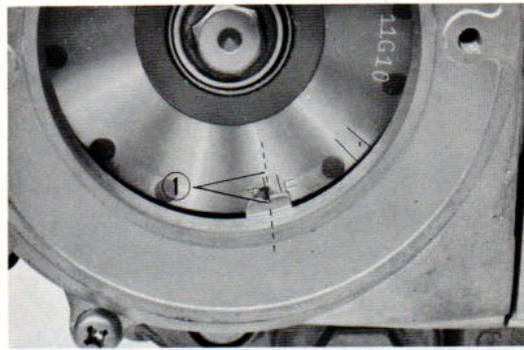

Fig. 1 ① Alignement du repère T
- 5) Tourner le vilebrequin jusqu'à coïncidence du repère T (allumage) avec l'index du stator d'alternateur, le piston étant au moment de compression. La position du piston au temps de compression peut être déterminée en sentant le jeu aux culbuteurs. (Fig. 1).